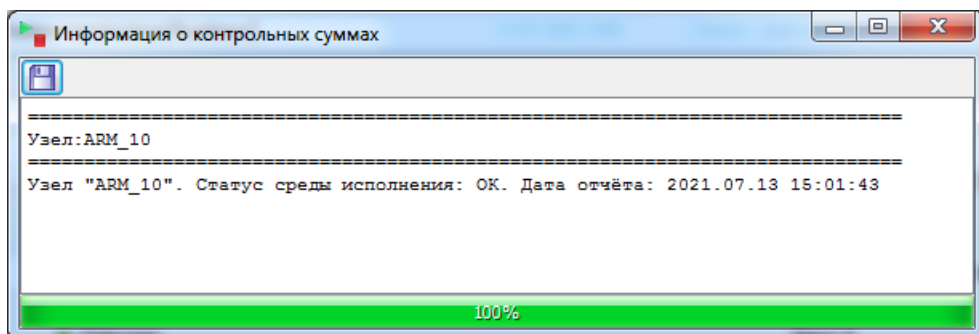
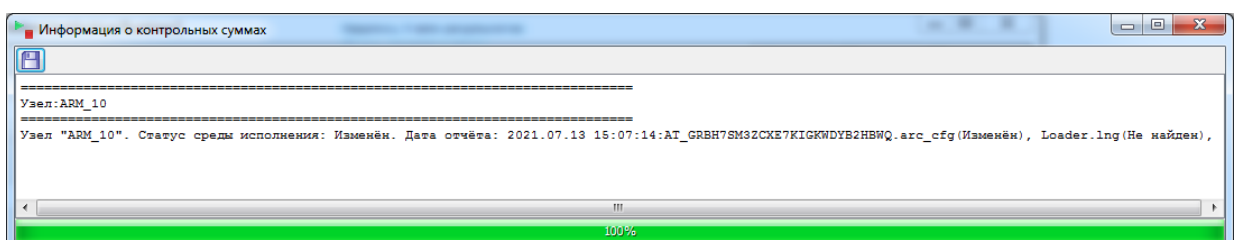

Рисунок 3.350 - Положительная краткая информация о целостности узла
Рисунок 3.351 - Краткая информация о нарушении целостности узла
- **Целостность** - выведет только информацию о состоянии среды исполнения (ОК или Изменён). Если были изменены какие-либо файлы, то будут перечислены их имена (см. рис. 3.350 и рис. 3.351);